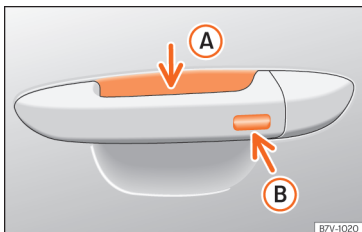

Fig. 51 Manípulo da porta: superfícies sensoras.
»» Fig. 51
- Toque na superfície sensora »» Fig. 51 **B** situada no lado exterior do manípulo da porta. Todos os indicadores de mudança de direção piscam uma vez
- Antes de passarem 5 segundos, toque uma vez no sensor do lado exterior do manípulo da porta »» Fig. 51 **B**. Ao fazê-lo, não agarre o manípulo. O sistema Keyless Access fica desativado temporariamente.
Para **fechar com a função de conforto** todas as janelas elétricas e o teto de vidro, mantenha um dedo durante uns segundos sobre a superfície sensora de bloqueio »» Fig. 51 ⑧ do manípulo da porta até que as janelas e o teto se tenham fechado.